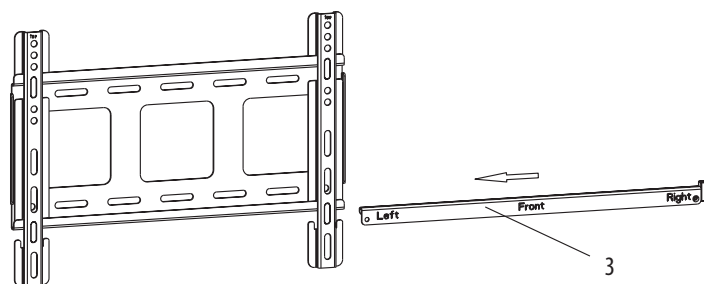
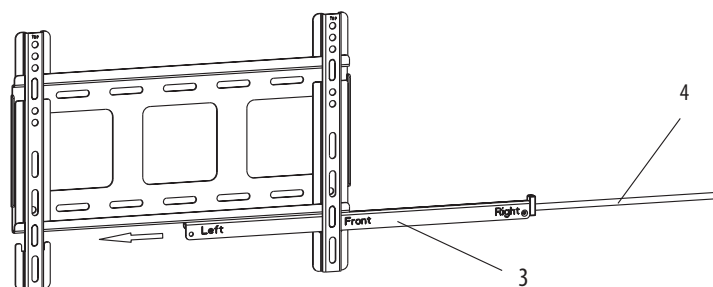

Fig3b
Fig3c
Prima sollevare lo schermo a cui sono agganciate le staffe portandolo verso il supporto a parete, poi agganciare le staffe sulla parte alta del supporto a parete. Ruotare lo schermo per consentire alla parte inferiore delle staffe di agganciarsi sulla parte bassa del supporto a parete, come illustrato nella figura 3a. Utilizzare poi la barra di fissaggio (3) per impedire che lo schermo venga incidentalmente rimosso o si sganci dal supporto a parete. Quando si inserisce la barra bloccante nel supporto a parete, ci si può aiutare utilizzando l'asticella rotante (4), come illustrato nelle Fig. 3b e Fig. 3c.